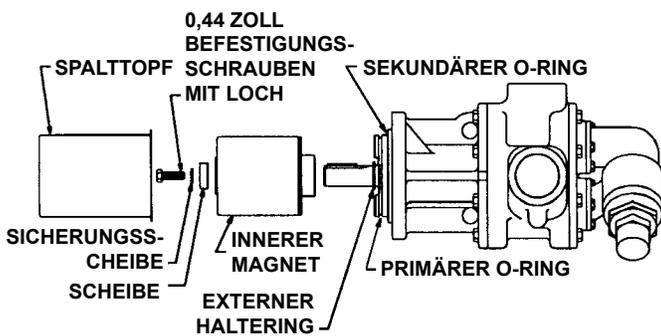

ABBILDUNG 16
1. Inspizieren Sie die Magneten, um sicherzustellen, daß keine Fremdkörper angezogen wurden. Entfernen Sie alle Fremdkörper. Installieren Sie den externen Haltering und die Feder auf der Pumpenwelle. Schieben Sie die innere Magneteinheit auf die Welle, so daß sie an dem Haltering anliegt. Installieren Sie die Scheibe, die Sicherungsscheibe und die Befestigungsschraube, um den Magneten zu sichern. (Siehe **Abbildung 16**). Schieben Sie eine Messingstange durch eine Öffnung zwischen die Rotorzähne, und ziehen Sie die Befestigungsschraube fest.